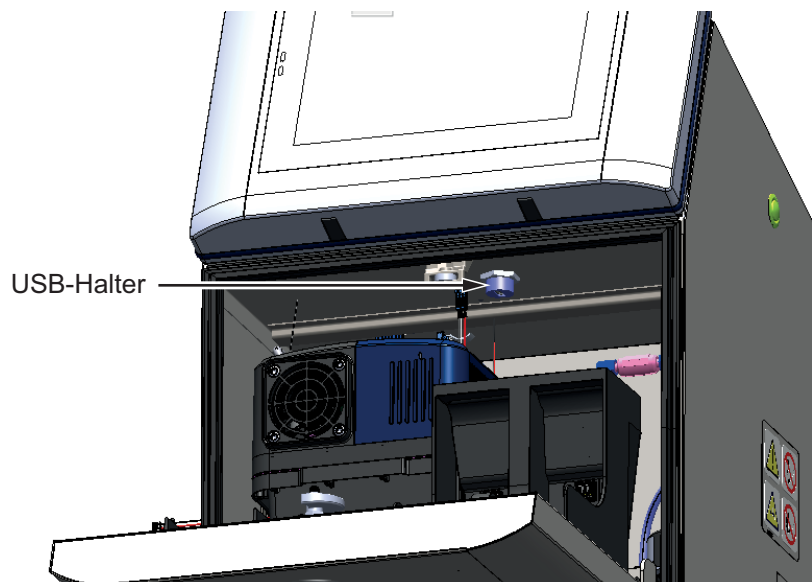

Abbildung 4-14: USB-Position
3. Finden Sie den USB-Halter unter dem Elektronikfach (siehe Abbildung 4-14) und schließen Sie das USB-Gerät an.